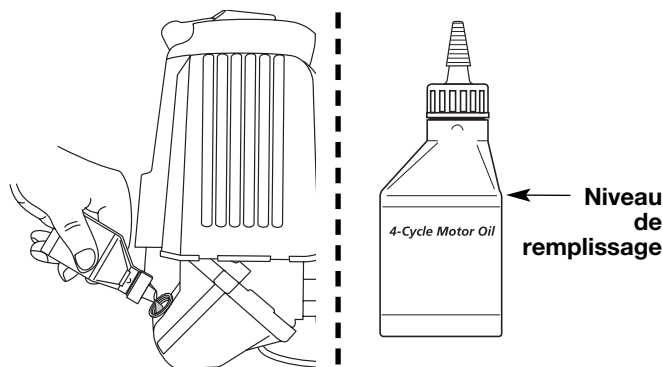
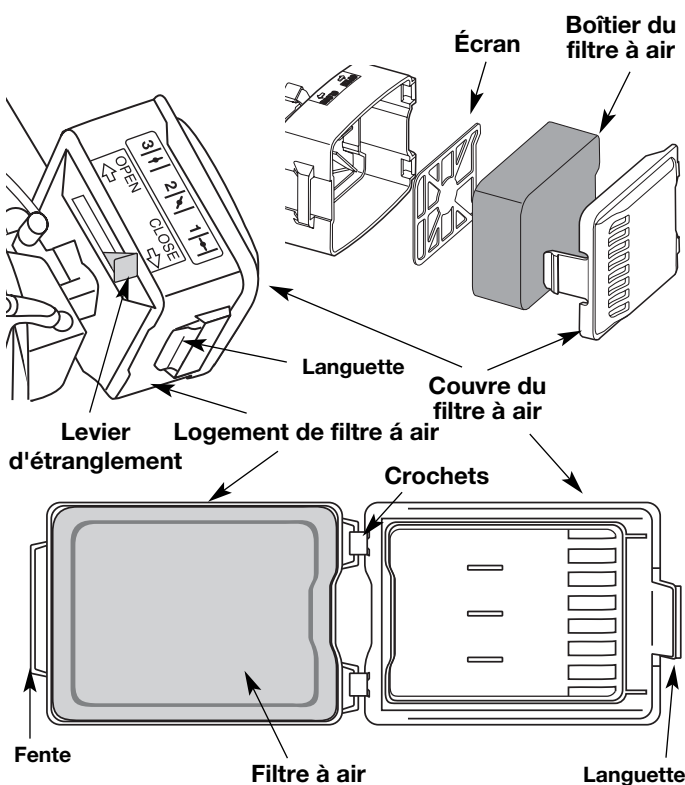

Fig. 18
Fig. 19
**REMARQUE:** Mesurez la quantité nécessaire à l'aide de la bouteille et de la buse utilisées lors de la mise en service. 90 ml (3,04 oz) correspond environ au haut de l'étiquette de la bouteille (Fig. 19). Vérifiez le niveau d'huile avec la jauge. S'il est trop bas, ajoutez un peu d'huile par l'orifice et revérifiez (Fig. 18). Ne remplissez pas trop.
2. Retirez le filtre à air et l'écran derrière lui (Fig. 19).
6. Remplacez le filtre et l'écran (Fig. 19).